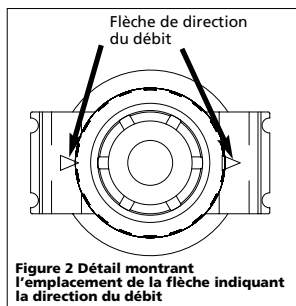

Figure 2 Détail montrant l'emplacement de la flèche indiquant la direction du débit
1. Trouver la flèche de direction de la circulation d'air (voir la figure 2, détail). Cette flèche montre la direction de la circulation d'air, donc elle pointe vers la sortie.
5. Vérifier que la flèche pointe vers la sortie. (Voir la figure 2)